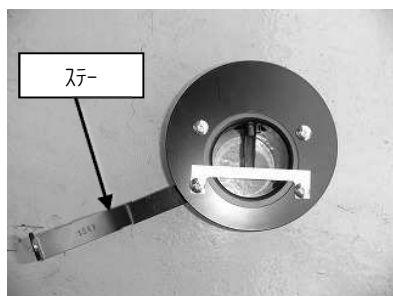

図 10
- ②図 10、11、12 を参考にエアフロアダプター、アダプター、整流プレート、ステー、カラーを、ボタンボルト M6×20 と M6×50、ナットを使用して組み立てます。